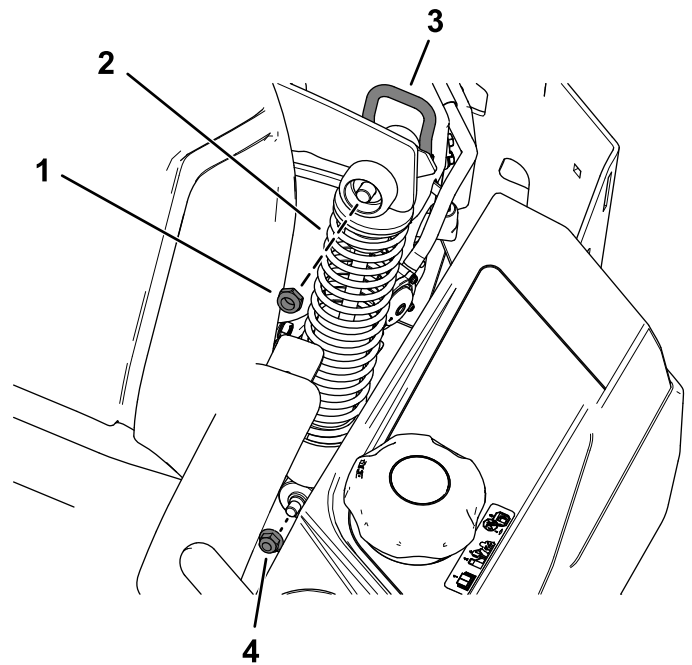

Figura 1
1. Rimuovete il dado di bloccaggio della camma ($\frac{1}{2}$ ") che fissa la parte superiore della molla posteriore esistente (Figura 1).
2. Togliete il dado flangiato ($\frac{3}{8}$ ") che fissa la parte inferiore della molla posteriore esistente (Figura 1).
3. Rimuovete la molla posteriore esistente (Figura 1).
1. Montate la nuova molla posteriore utilizzando il dado di bloccaggio della camma ($\frac{1}{2}$ ") e il dado flangiato ($\frac{3}{8}$ ") precedentemente rimossi, come illustrato nella Figura 1.